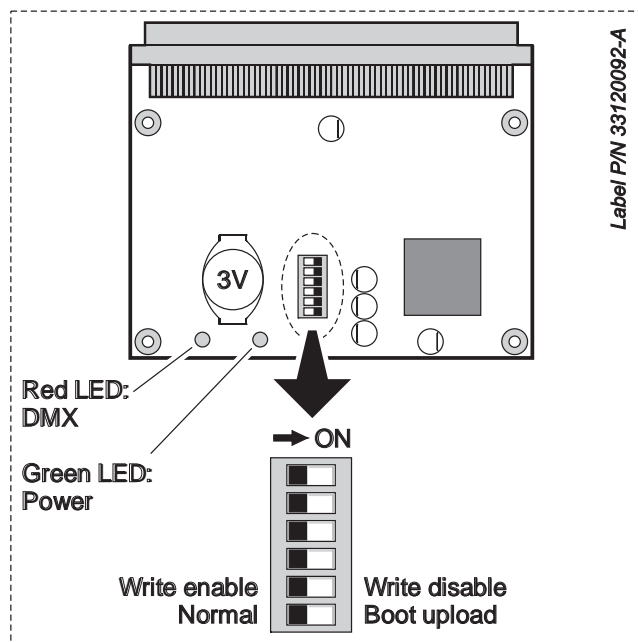

Figure 21: Carte principale et DIP Switch
3. Voir Figure 21. Localisez la barrette de 6 micro interrupteurs sur la carte et placez l'interrupteur 6 sur **ON** (activation du mode boot sector).
La batterie 3 Volts installée sur la carte (repérée **3V** sur la Figure 21) devra peut-être être remplacée. Lorsque cette batterie est en fin de vie, elle n'alimente plus suffisamment l'horloge embarquée et le message *RCER* (real-time clock error) apparaît sur l'afficheur. Contactez Martin pour une batterie de rechange.